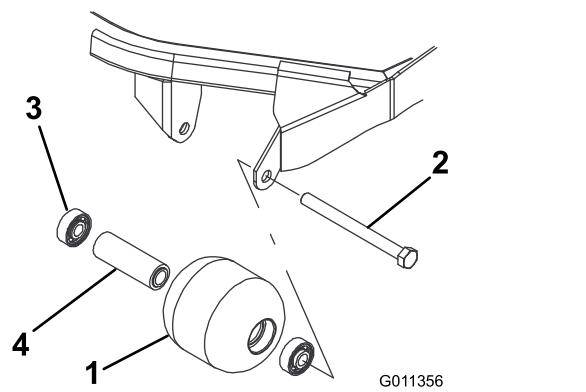

Figura 61
- Retire el perno de montaje del rodillo (Figura 61).
4. Inspeccione el alojamiento del rodillo, los cojinetes, y el espaciador del cojinete (Figura 61) Sustituya cualquier componente dañado y móntelos.
1. Introduzca a presión el primer cojinete en el alojamiento del rodillo (Figura 61). Haga presión solamente sobre el anillo de rodadura exterior, o de forma igual sobre el anillo exterior y el interior.
2. Introduzca el espaciador (Figura 61).
3. Introduzca a presión el segundo cojinete en el alojamiento del rodillo (Figura 61), haciendo presión de manera uniforme sobre el anillo de rodadura interior y el exterior hasta que el anillo de rodadura interior entre en contacto con el espaciador.